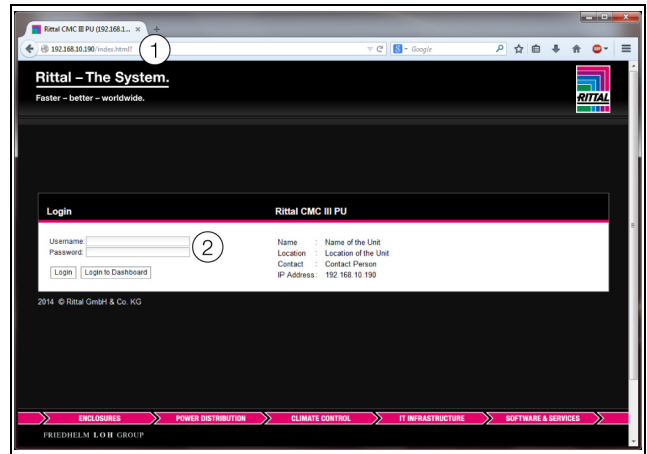

Abb. 12: Anmeldebildschirm bei einer HTTP-Verbindung
- Geben Sie im Browser die Adresse **http://192.168.0.190** ein (Abb. 12, Pos. 1). Es wird der Anmeldedialog zur Anmeldung am Gerät angezeigt.
- Melden Sie sich als Benutzer **admin** mit dem Kennwort **admin** an (Abb. 12, Pos. 2).